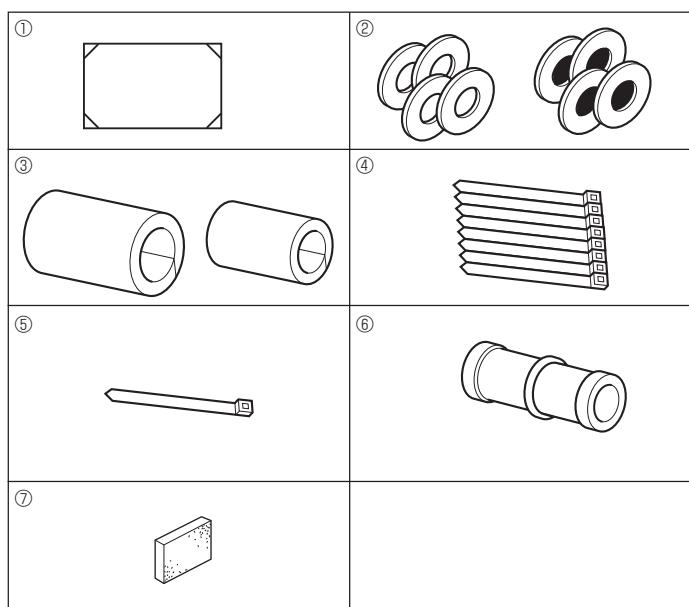

Fig. 3-1
3.1. อุปกรณ์ของเครื่องบันดาลอากาศภายนอก (Fig. 3-1)